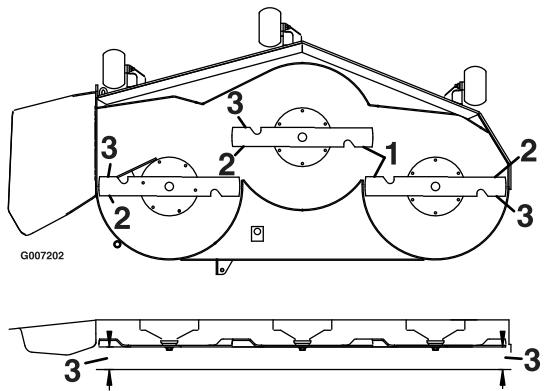

Figura 75
7. Misurate tra la punta della lama e la superficie piana (Figura 75). Se entrambe le misurazioni non rientrano nei 5 mm, regolate il livellamento; continuate la procedura.
- 13. Ruotate con cautela le lame da un lato all'altro (**Figura 75**).